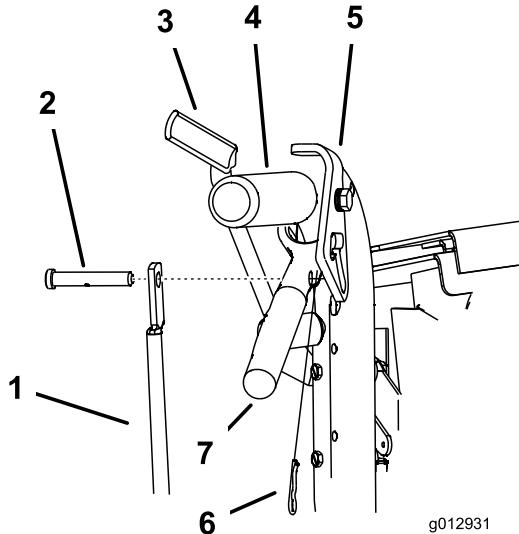

Figure 18
- Retirez les goupilles fendues et les axes de chape des leviers de déplacement et des verrous du point mort (Figure 18).
- Ajustez la longueur de la tige de commande en la tournant dans sa fixation (Figure 18).
- Posez une goupille fendue entre les leviers de déplacement et les verrous de point mort, et dans les axes de chape (Figure 18).